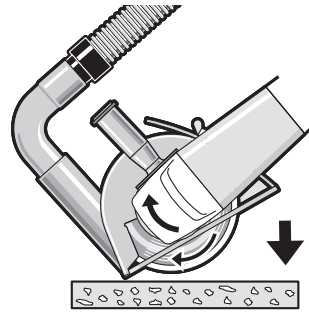

FIG. 15
- a. Inclinez l'outil vers l'avant de façon que la meule soit alignée sur le trait de coupe, et tenez l'outil par le corps de la meule et la poignée auxiliaire (Fig. 15).